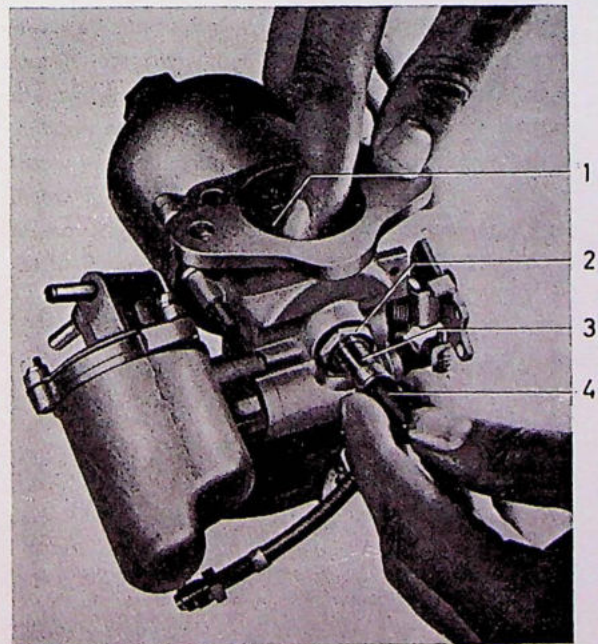

Fig. 2-93. Het centreren van de sproeier
Als de centrering uitgevoerd wordt, moeten de karburateurs gedemonteerd zijn. De desbetreffende karburateur wordt op een werkbank gelegd, zoals Fig. 2-93 laat zien, en de luchtschuif met de vinger heen en weer bewogen, terwijl lichte druk wordt uitgeoefend in de richting van de smoorklep. Dit centreert de sproeier zuiver met het oog op de plaats die de luchtschuif inneemt als de motor loopt.
3. Breng de sproeier op zijn plaats. Let erop of de benzineleiding van de sproeier onder dezelfde hoek staat als wanneer deze gemonteerd is; zie Fig. 2-93.